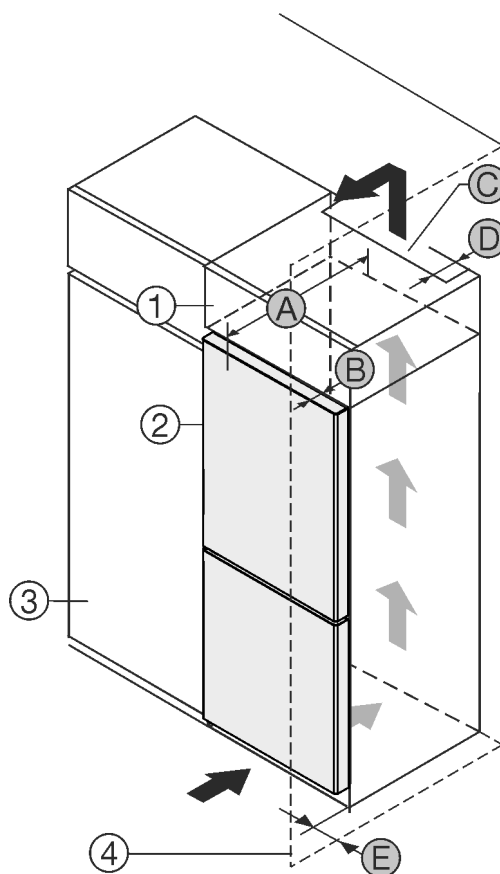

Fig. 1
U kunt het apparaat direct naast de keukenkast Fig. 1 (3) opstellen.
Aan de achterzijde van de opzetkast moet een luchtafvoerkanaal met de diepte Fig. 1 (D) over de volledige breedte van de opzetkast aanwezig zijn.
Onder het plafond moet de ventilatie doorsnede Fig. 1 (C) worden aangehouden.
Als u het apparaat met de scharnieren naast een wand *Fig. 1 (4)* plaatst, moet de afstand tussen het apparaat en de wand minimaal 13 mm bedragen.
Als u het apparaat met de scharnieren naast een wand *Fig. 1 (4)* plaatst, moet de afstand tussen het apparaat en de wand minimaal 20 mm bedragen.
Om de deuren volledig te kunnen openen, moet het apparaat overeenkomstig de deurdiepte *Fig. 1 (B)* ten opzichte van het keukenkastfront uitsteken. Afhankelijk van de diepte van de keukenkasten *Fig. 1 (3)* en het gebruik van de wandafstandshouders kan het apparaat verder uitsteken.